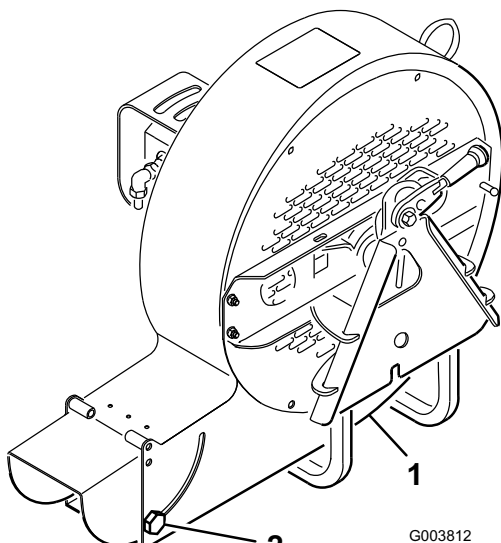

Figure 5
L'ouverture d'éjection (Figure 5) peut être réglée pour augmenter ou réduire le débit et le volume d'air. Le débit d'air augmente quand l'ouverture d'éjection est réduite.
1. Desserrez les vis de fixation du déflecteur de l'ouverture d'éjection (Figure 5).